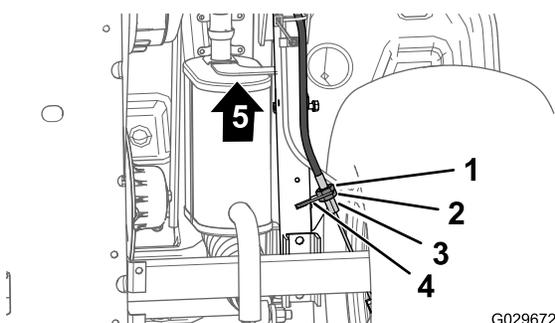

Figura 64
3. Sulla parte inferiore della macchina, allentate di 5 giri il controdado posteriore per il regolatore filettato del cavo del freno di stazionamento (Figura 64).
4. Serrate il controdado anteriore (Figura 64).
- A. Allentate di 1 giro il controdado anteriore (Figura 64) per il regolatore filettato del cavo del freno di stazionamento.
- B. Serrate il controdado posteriore (Figura 64).
- A. Allentate di 1 giro il controdado posteriore (Figura 64) per il regolatore filettato del cavo del freno di stazionamento.
- B. Serrate il controdado anteriore (Figura 64).